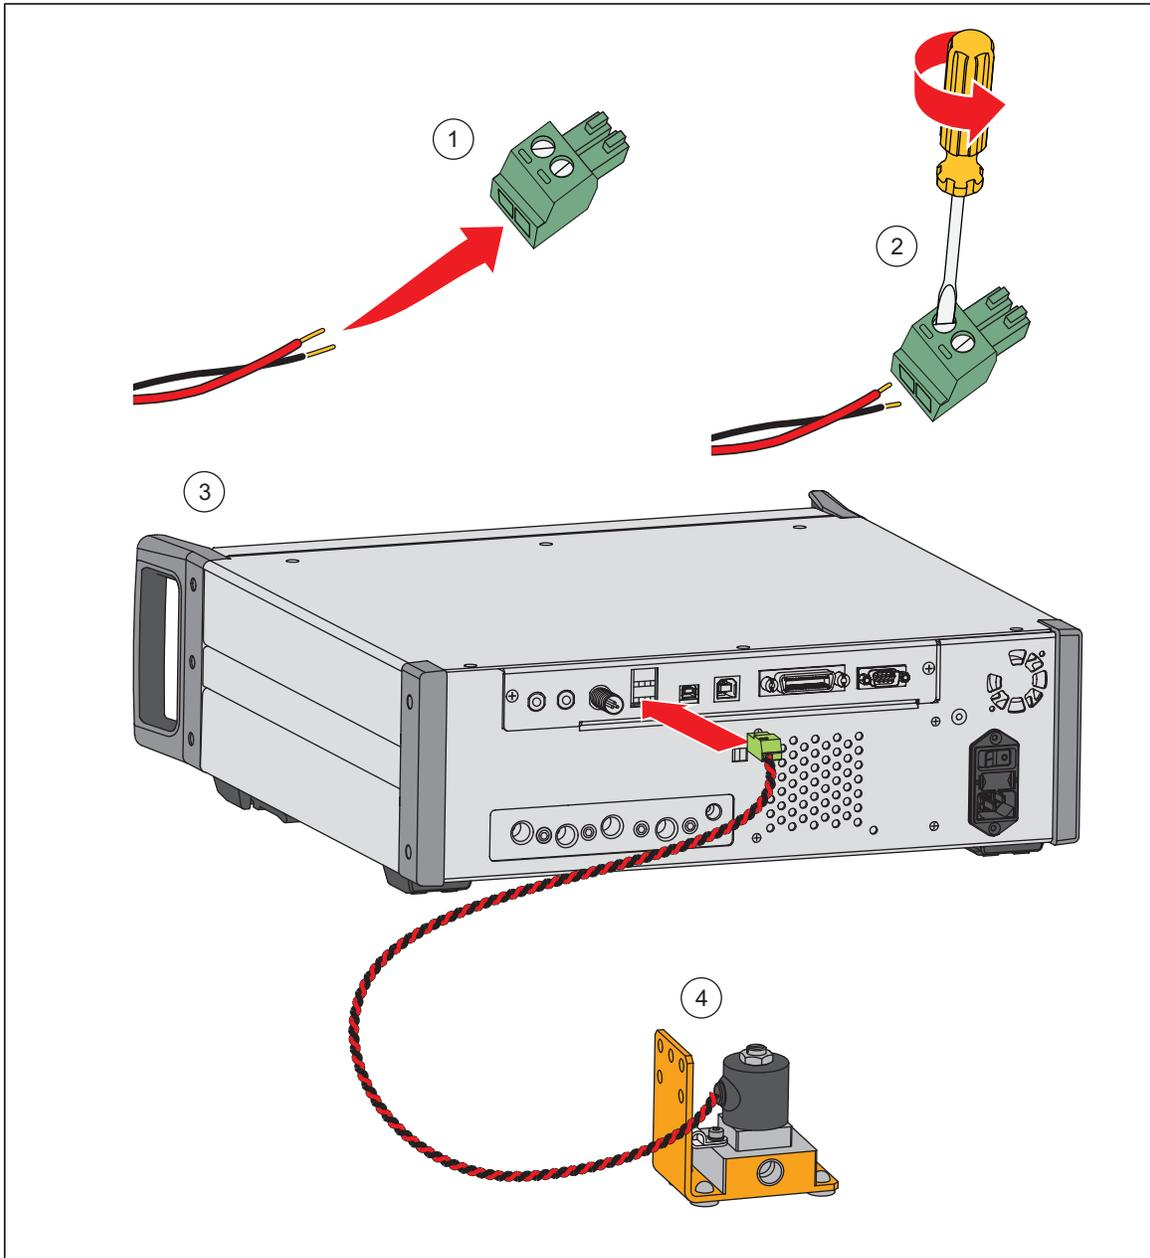

图 19. 外部隔离阀连接
请参见图 19。
- 20 MPa (3000 psi) 测试口隔离阀（零件号 4581266）包括一个单独的隔离阀以及电气连接。不包括配件或软管。请参见图 19。